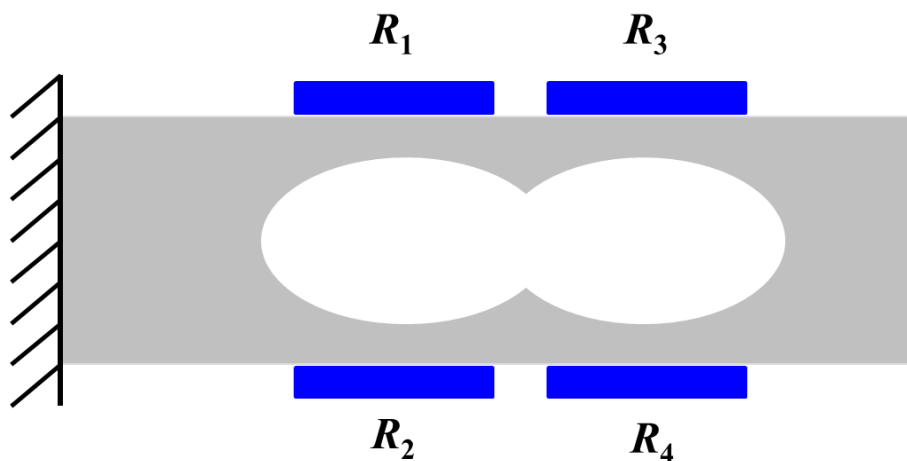

图3 双弯曲悬梁测力结构示意图
(1) 应变片粘贴在双弯曲的结构悬梁上（图 3 所示），设计实验方案，研究四个应变片的受力情况（拉伸力、压缩力），图示说明。